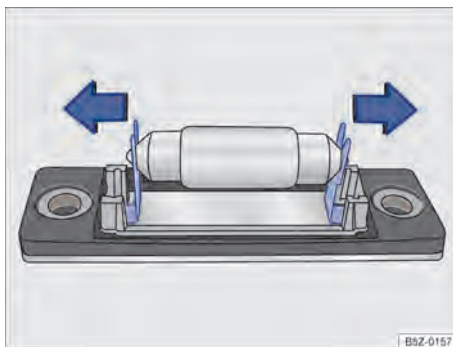

Fig. 184 Lanterna da placa de licença: remover a lâmpada.
5. Retirar cuidadosamente a lâmpada pressionando as travas \Rightarrow Fig. 184 no sentido das setas.